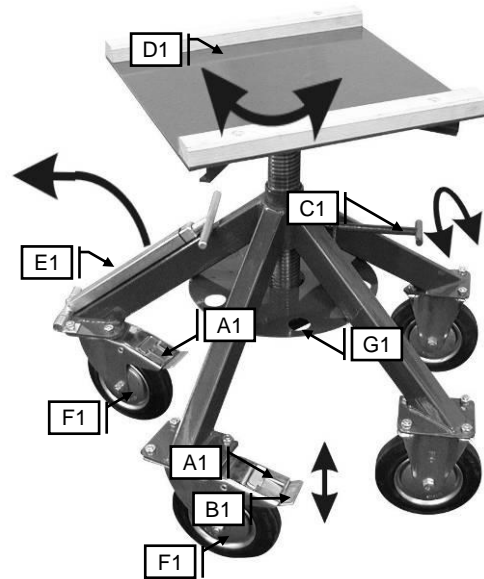

Abbildung 5.1 – Drehbock Komet
- Zuerst prüfen, ob die drei Totalfeststeller [Abb. 5.1; A1] des Drehbocks Komet auf Stopp gestellt sind und ob die Feststellschraube [Abb. 5.1; C1] für die Arbeitshöhe angezogen ist.
- Kontrollieren Sie, ob die drei Lenkrollen [Abb. 5.1; F1] des Drehbocks Komet nach außen gedreht sind, wie in der Abbildung 5.1 ersichtlich.
- Als Arbeitserleichterung können die verwendeten Werkzeuge in die Ablagefläche unter der Auflagefläche eingesteckt [Abb. 5.1; G1] werden.